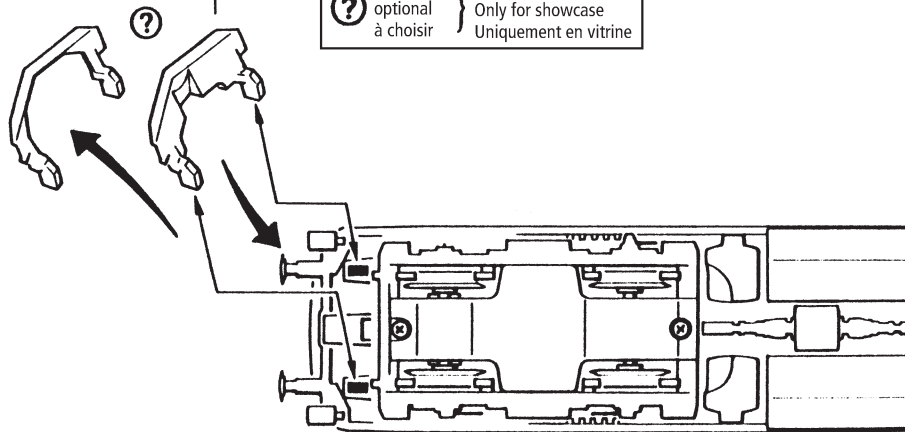

Fig. 3
**Mehrzugbetrieb:** Zuerst Lokgehäuse abnehmen (Fig. 3). Danach den Brückenstecker aus der Schnittstelle entfernen (diesen sorgsam aufbewahren). Danach den Stecker des Steuerbausteins lagerichtig einsetzen (siehe Fig. 6).
**1. Reinigung der Radstromkontakte:** Radstromkontakte können auf unsauberen Schienen leicht verschmutzen. Entfernen Sie **vorsichtig** mit einem kleinen Pinsel **den Schmutz** an den in Fig. 3 gekennzeichneten Stellen.
**2. Schmierung:** Versehen Sie die im Schmierplan in Fig. 7 gekennzeichneten Stellen mit nur **kleinen Öltropfen**. Dazu zuerst das Lokgehäuse abnehmen (Fig. 3). Wir empfehlen den ROCO **Öler Art.-Nr. 10906**. Fürs Schmieren der Getriebeteile (Zahnräder, Schnecke) empfehlen wir das **ROCO-Spezialfett Art.-Nr. 10905**. Im Falle der Schmierung diese Teile **nicht ölen**.
**4. Kohlebürstenwechsel:** Lokgehäuse abnehmen (Fig. 3). Danach wird der Motor ausgebaut und die Kohlebürsten ausgewechselt (Fig. 9).
**1. Cleaning of wheel contacts:** Wheel contacts easily get dirty on tracks which are not entirely clean. Use a small brush to **remove dirt** from spots marked in fig. 3.
**2. Lubrication:** Apply **tiny oil drops** to spots marked in fig. 7. Prior to lubrication dismantle locomotive (fig. 3). We recommend using item no. **10906, Roco oiler**. For lubrication the gearparts (e.g. cogwheels, worm) we would recommend our Roco **special grease** (item no. **10905**).
**4. Carbon Brush Changing:** First remove loco body (fig. 3), and then the motor (fig. 9).
**1. Nettoyage des lames de courant aux roues:** Les lames de contacts risquent de s'encrasser rapidement sur des voies poussiéreuses. Veuillez **enlever la poussière** aux endroits marqués à la fig. 3 à l'aide d'un petit pinceau souple.
**2. Graissage:** N'appliquez **qu'une toute petite goutte** aux endroits indiqués par le plan de graissage (fig. 7) après avoir démonté la caisse de la locomotive (fig. 3). Nous vous recommandons **le graisseur à huile Roco réf. 10906**. Pour graisser les engrenages (roues dentées, vis sans fin) nous vous conseillons la **graisse spéciale Roco réf. 10905** pour engrenages en matières synthétiques. Lorsque vous utilisez cette graisse il faut éviter d'huiler ces composants.
**4. Remplacement des balais du moteur:** Démontez la caisse (voir fig. 3). Démontez ensuite le moteur et échangez le balais (fig. 9).
1. siehe } Fig. 3